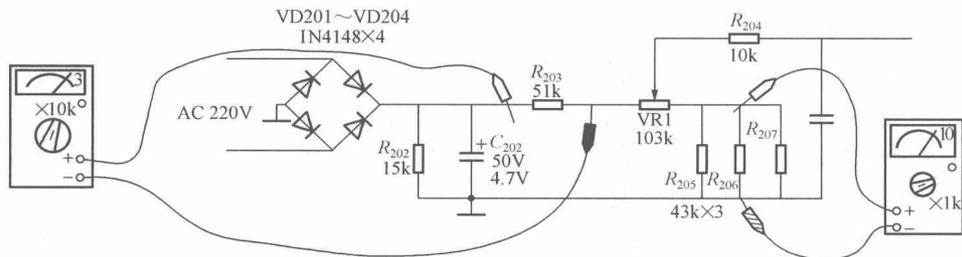

图 1-9 电阻测量
检测时,并联的元件测量到的电阻值是元件的并联阻值。如图 1-9 所示。图中万用表所测数值为电阻  $R_{205}$ 、 $R_{206}$ 、 $R_{207}$  三个电阻的并联值 ( $14.3k\Omega$ ) 要比实际大许多,或为  $21.5k\Omega$ ,或为  $43k\Omega$ ,都表明有其中一个或两个电阻被断路。因为并联阻值要比任何一个并联的电阻器阻值都要小,也就是电阻的测量值应等于或小于电阻的标称阻值。如果测量阻值接近 0,那么三个电阻中存在短路的电阻。
2) 测串联电阻。在线测量时,若为串联的元件,将两表笔分别接触被测元件的两引脚,如图 1-9 测  $R_{203}$  的情况。此时所测得的数值就是电阻  $R_{203}$  的实际阻值。其他的元件不会对电阻  $R_{203}$  的检测存在影响。表中数值为  $3 \times 10k\Omega = 30k\Omega$ ,比  $R_{203}$  的标称阻值  $51k\Omega$  小许多,表明该电阻已经变质减值。可以将此  $R_{203}$  从电路中焊脱一只引脚,再用表复测,若确定只有